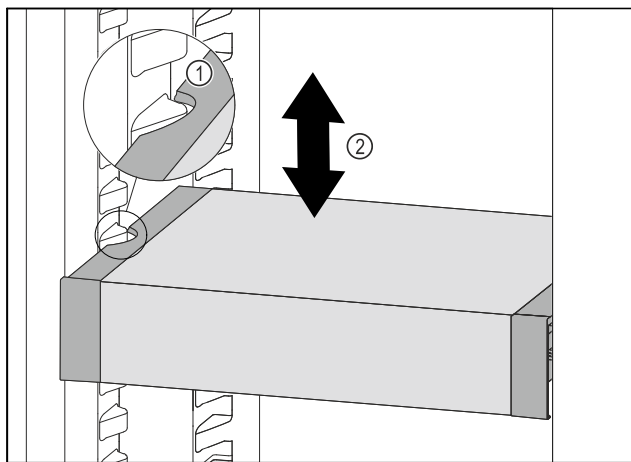

Fig. 96
- ▶ Predal VarioSafe povlecite v smeri naprej, dokler nista stranska izreza predala VarioSafe na višini nastavka za posodo v hladilniku. Fig. 96 (1)
- ▶ Predal VarioSafe premikajte v hladilniku gor ali dol, dokler ne dosežete želene višine. Fig. 96 (2)